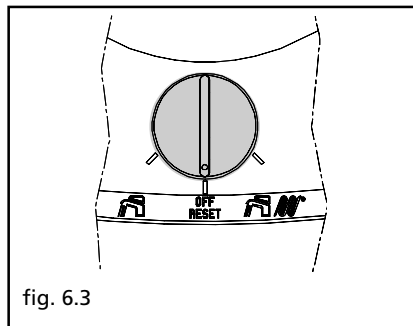

fig. 6.3
Portare il selettore di funzione sul simbolo OFF-RESET, quindi riposizionare lo stesso su «» o «» (fig. 6.3).
- portare il selettore di funzione su OFF-RESET (fig. 6.3)